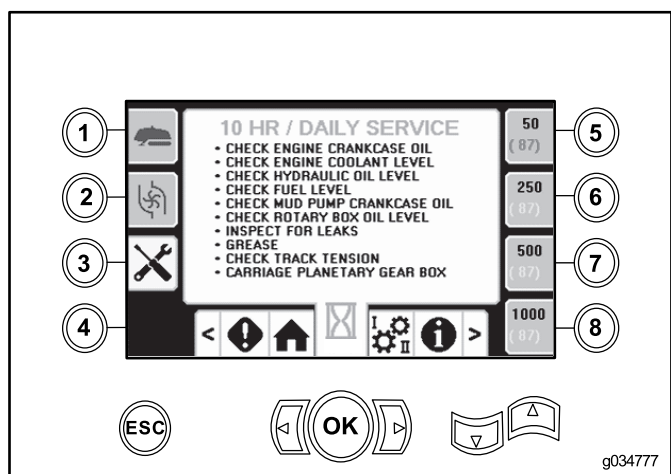

Рисунок 43
- Кнопка 3 – 10 часов / ежедневно (Рисунок 43)